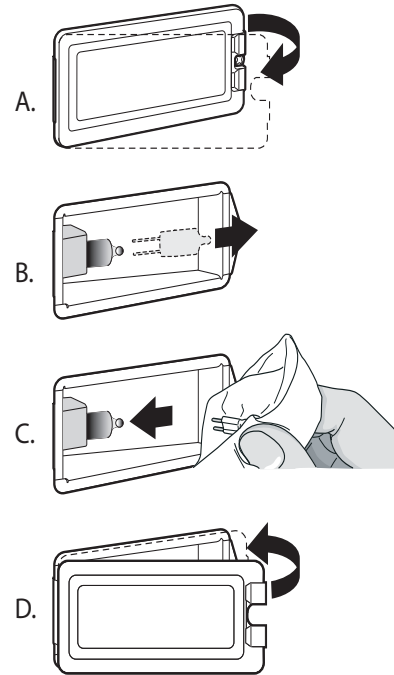

Figura 31: Ubicación de la abertura
3. Inserte un destornillador plano entre la atadura de fijación y la caja protectora (Figura 31, A).
6. Quite la tapa de la lente de vidrio y la atadura de fijación (Figura 31, B).
8. Tire hacia abajo para instalar la bombilla correctamente (Figura 31, C).
9. Instale la lente de protección en la atadura del soporte y empuje la otra extremidad hasta que la atadura de fijación se enganche a la caja protectora (Figura 31, D).